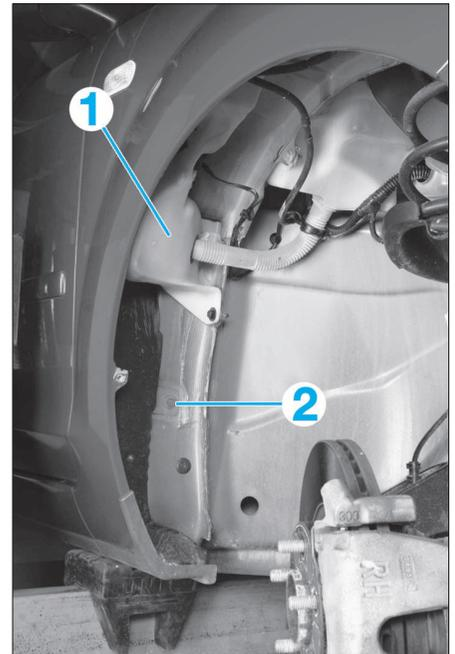
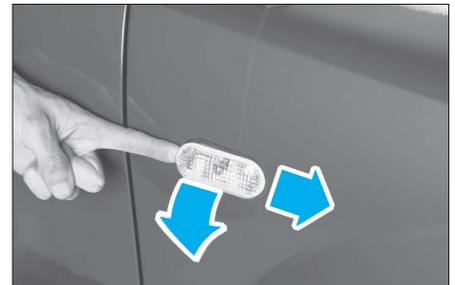

FIG. 19
FIG. 20
- le réservoir de lave-glace additionnel (1) (Fig.19) (véhicules équipés de lave-phares).
- la vis (2).
- le répéteur de clignotant sur l'aile (Fig.20).